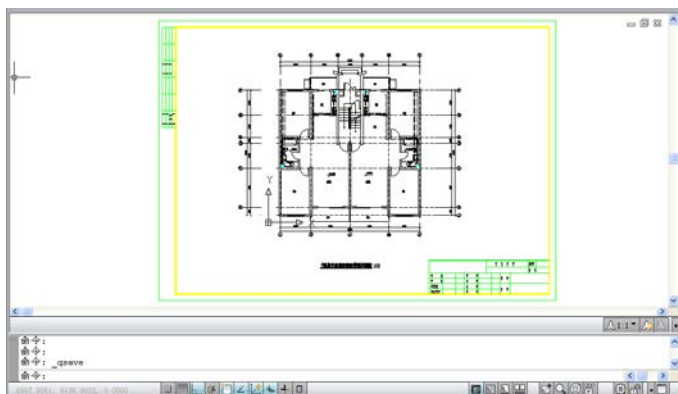

图 18.22
(4) 插入图纸框，完成给排水平面图的绘制，结果如图 18.22 所示。